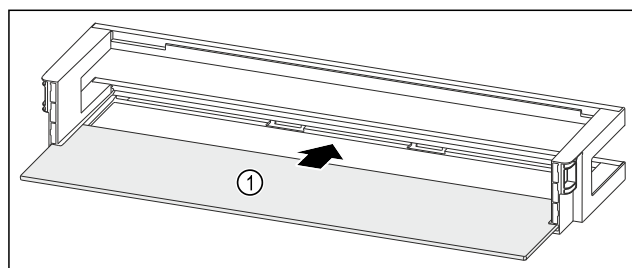

Fig. 119 Dörrfack med hylla
- Skjut in dörrfacket Fig. 119 (1) i ursparingarna på sidan.